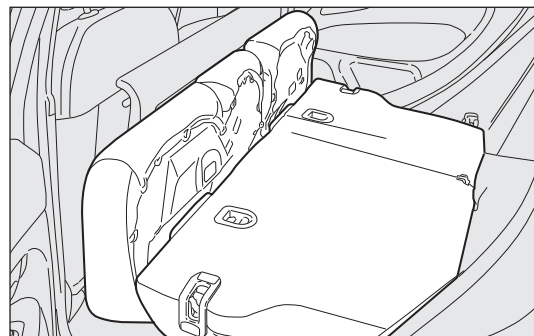

fig. 95
Agrandissement total fig. 95
- ☐ soulever les poignées A et B-fig. 95 pour déverrouiller les dossiers et les accompagner sur le coussin.
Repositionnement du siège arrière fig. 95